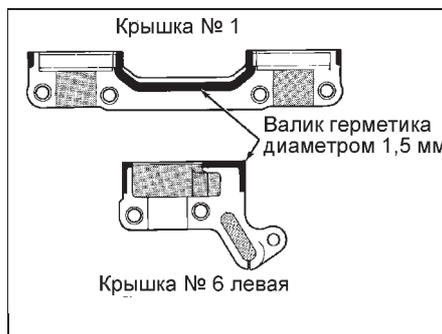

Рис. 66. Уплотнение крышки подшипника распределительного вала.
- (4) Нанесите на крышку №1 и левую крышку №6 герметик (рис. 66). Установите крышки, затяните болты М8 крепления.